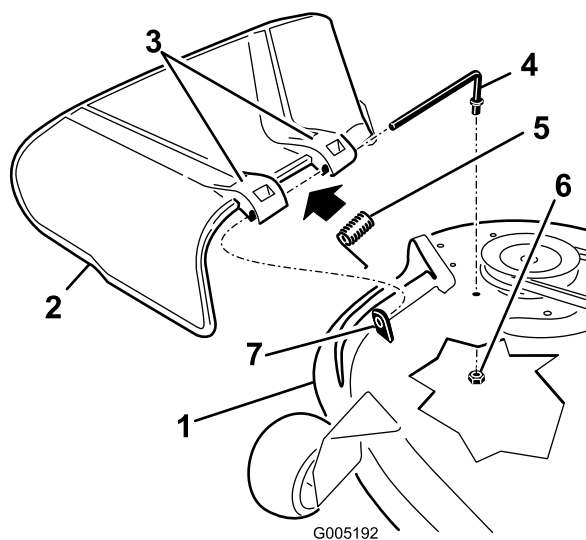

Figure 77
1. Retirez l'écrou ($\frac{3}{8}$ po) de la tige, sous le tablier de coupe (Figure 77).
2. Sortez la tige de la courte cheville de positionnement, du ressort et du déflecteur d'herbe (Figure 77).
4. Remettez en place le déflecteur d'herbe (Figure 77).
7. Insérez la tige dans le deuxième support du déflecteur d'herbe (Figure 77).
9. Fixez l'extrémité arrière de la tige dans le tablier de coupe à l'aide d'un écrou ($\frac{3}{8}$ po), comme montré à la Figure 77.